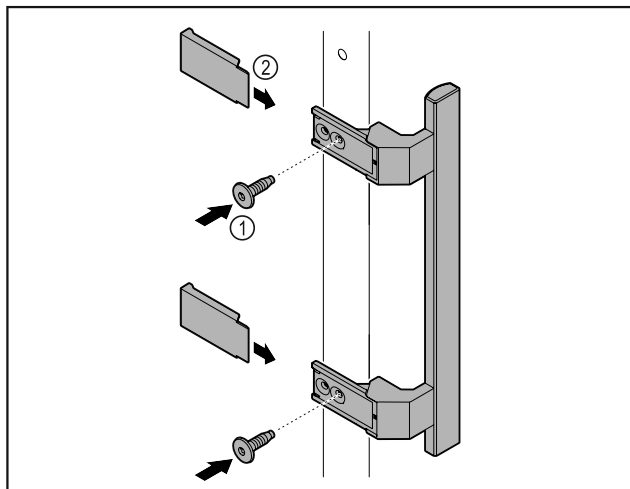

Fig. 7
- ▶ Pritvirtinkite rankeną iš priedų pridedamais varžtais Fig. 7 (1) prie durų.
- ▶ Uždėkite dengiamąjį plokštelę Fig. 7 (2).